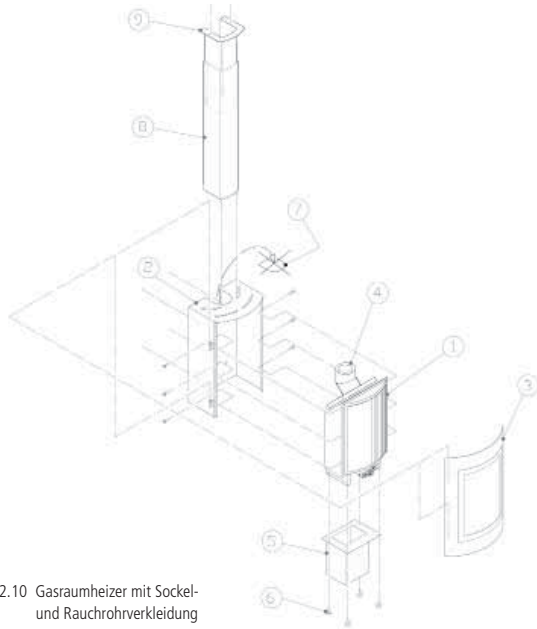
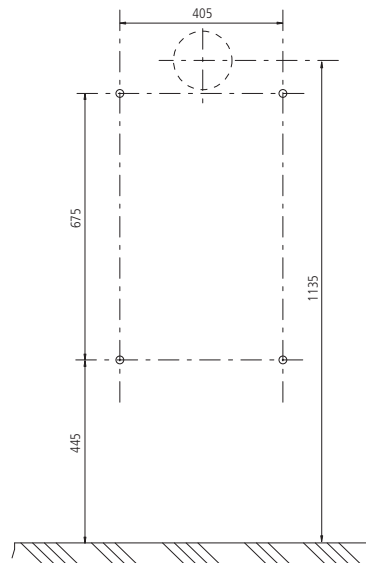

Abb. 2.10 Gasraumheizer mit Sockel- und Rauchrohrverkleidung
Abb. 2.11 Maße für Bohrungen für einen Bodenabstand mit Sockel
- a) Fußschrauben (R, siehe Abb. 2.10) entfernen,
- a) Die untere Scheibenhalterleiste (L, siehe Abb. 2.10) lockern, aber nicht entfernen.
- b) Die rechte, die linke und die obere Scheibenhalterleiste (L, siehe Abb. 2.10) entnehmen.
- c) Die Sichtscheibe (M, siehe Abb. 2.10) herauszunehmen.
Der Einbau der Drosselscheibe (P, siehe Abb. 2.10) und der Stauscheibe (O, siehe Abb. 2.10) richtet sich nach der senkrechten Höhe der Abgasleitung.
- b) Die Halteleiste der Prallplatte (G, siehe Abb. 2.10) vorsichtig schräg nach vorne oben abziehen.
- c) Die Prallplatte (G, siehe Abb. 2.10) ebenfalls schräg nach oben aus den zwei unteren Halterungen herausziehen.
- d) Eine Feuerraum-Seitenwand (H oder I, siehe Abb. 2.10) entfernen: das Seitenteil etwas nach hinten zur Rückwand drücken und vorne zur Feuerraummitte drehen. Das Seitenteil bzw. die Seitenteile entnehmen.
- f) Die Stauscheibe (O, siehe Abb. 2.10) mit oder ohne zusätzlich angebaute Drosselscheibe (P) von hinten auf die Gewindehülsen der Haltelasche im Abgasstutzen stecken. Dabei muss sich das Segment der Drosselscheibe im unteren Bereich des Abgasstutzens liegen.
Kontrollieren Sie Flammenwächter (S, siehe Abb. 2.11), Pilot-Brennerdüse (T, siehe Abb. 2.11) und Zündelement (R, siehe Abb. 2.11), sowie den korrekten Sitz des Feuerraum-Bodenblechs (K, siehe Abb. 2.10) und der Düsenabdeckung (Q, siehe Abb. 2.10).
Im unteren Bereich des Grundgerätes (A, siehe Abb. 2.10) befinden sich der Gasregler und die Steuereinheit. Gasregler und Steuereinheit, sowie Brennerdüse, Pilotflammdüse, Zündelement und Flammenwächter